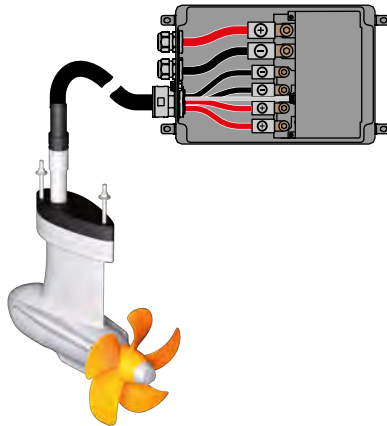

Fig. 12: Cableado del cuadro electrónico
1. Suelte los tornillos (1) del cuadro electrónico para abrirlos.
4. Conecte el cable de potencia en los polos correspondientes (rojo=+, negro=-; 10 Nm), consulte "**Fig. 12: Cableado del cuadro electrónico**".
5. Conecte el cable del motor a la conexión de control del motor (6).